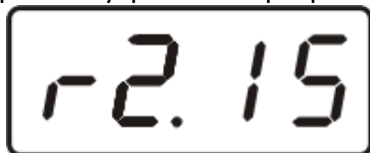

Рисунок 4.1 Индикация версии внутреннего программного обеспечения
4.4 При включении газоанализатора на его экране индицируется версия внутреннего ПО, Рисунок 4.1 Индикация версии внутреннего программного обеспечения